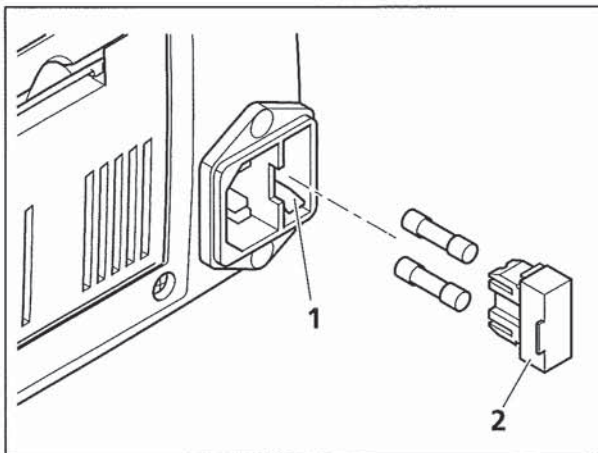

Bild 5-1 Sicherungen im Stativ wechseln
- Sicherungshalter (Bild 5-1/2) nach vorn herausziehen. Dazu ggf. einen kleinen Schraubendreher verwenden.
- Sicherungshalter bis zum Anschlag in das Sicherungsfach (Bild 5-1/1) einschieben.